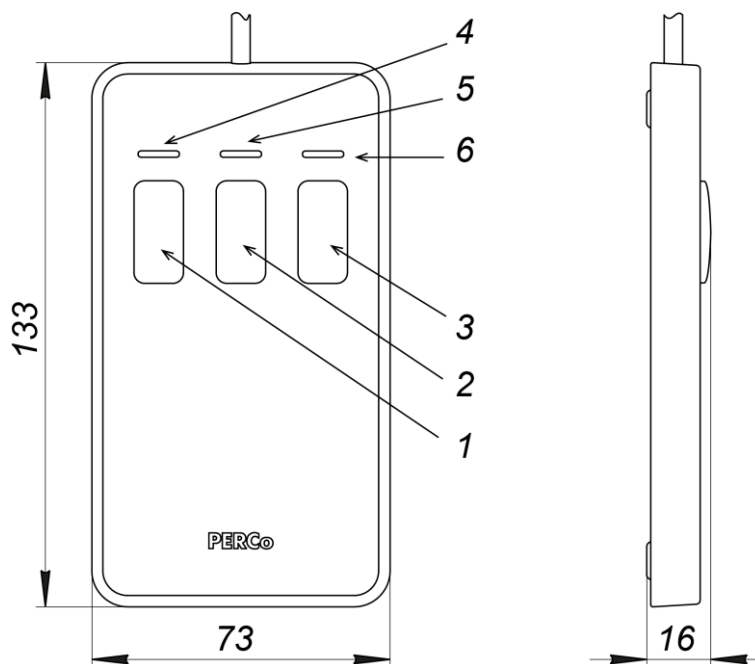

**Рисунок 5. Общий вид и габаритные размеры ПДУ (15)**
ПДУ (15) выполнен в виде небольшого настольного прибора с гибким многожильным кабелем в корпусе из ударопрочного АБС-пластика. ПДУ предназначен для подачи команд оператором при ручном режиме управления турникетом. Общий вид ПДУ показан на рис. 5.